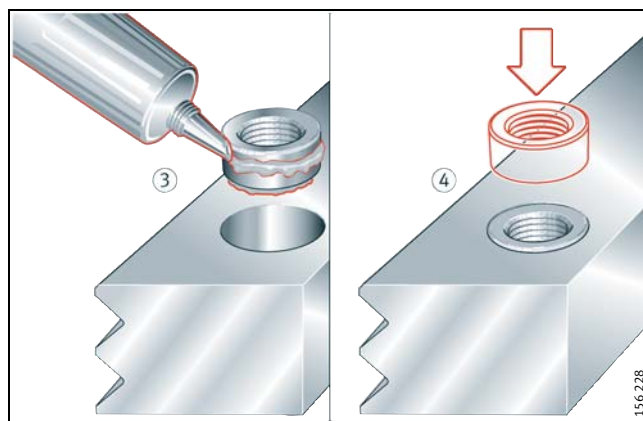

Bild 9 · Klebstoff auftragen und Muttern einsetzen
■ Klebstoff (Tabelle 2) auf die Mantel- und eine Planfläche der Muttern auftragen – Angaben des Herstellers beachten (Bild 9, ③).
■ Muttern in die Senkungen einsetzen (Bild 9, ④).